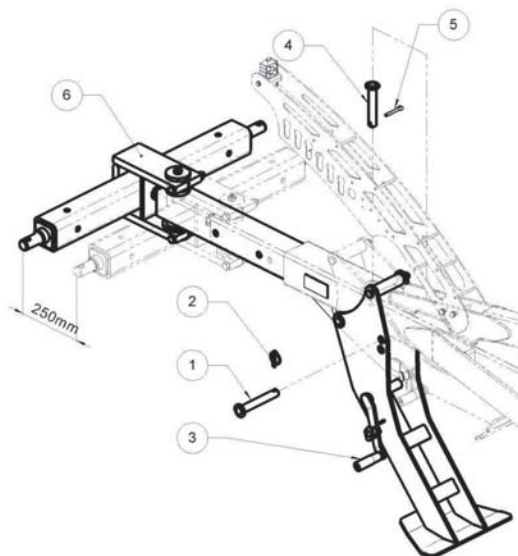

Fig. 7 Støtteben og trækstang
- løft støttebenet (Fig. 7) på følgende vis:
- » fjern splitten (2) og træk nålen (1) ud
- » grib håndtaget (3) og flyt støttebenet opad
- » sæt nålen (1) på plads igen og sikr den med en split (2)
Længden af trækstangen ved Germinator Pro kultivator kan forøges, således at der under kørsel i kurver sikres tilstrækkelig plads for traktoren. I tilfælde af anvendelse af dobbelte baghjul kan det vise sig nødvendigt at forlænge trækstangen (Fig. 7).
- Sænk støttebenet (Fig. 7):
- » grib håndtaget (3) og sænk støttebenet
- » sæt nålen (1) på plads igen og sikr den hva. en split (2)
- » sæt nålen (1) på plads igen og sikr den vha. en split (2)